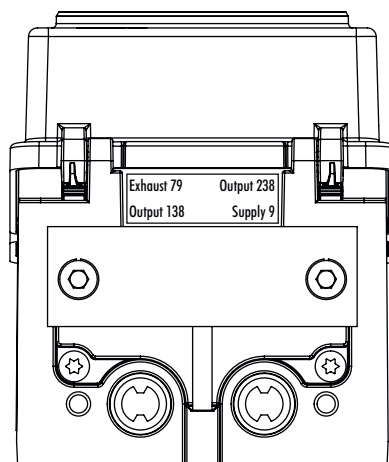

Bild 5-29: Ausgang 238 und Entlüftung 79 mit Blindplatte verschlossen
- ➔ Ausgang 238 und die Entlüftung 79 mit einer Blindplatte verschließen (vgl. Bild 5-29), wenn nur ein pneumatischer Ausgang zur Verfügung steht.
Ein einfachwirkender pneumatischer Antrieb wird über den Ausgang 138 angesteuert. Die Ausgänge 238 und 79 werden dazu verschlossen (vgl. Bild 5-29). Die Luftleistung kann durch die Verwendung von zwei Pneumatikmodulen verdoppelt werden.